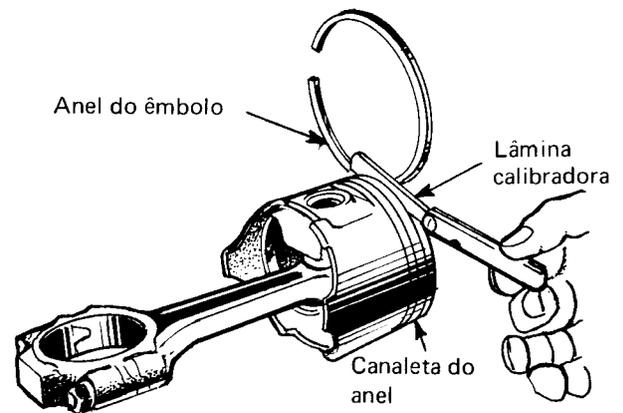

Fig.55 – Medindo folga lateral no anel do êmbolo
- 3) Medir a folga lateral dos anéis quando montados na canaleta do êmbolo (Fig.55). A folga lateral deve ser .0015" para .003" (0,0381 a 0,0762 mm) para o anel de compressões superior e intermediário. O anel raspador de óleo deve ser livre na canaleta, mas não deve exceder a .005" (0,127 mm) de folga lateral quando montado em conjunto com o espaçador.